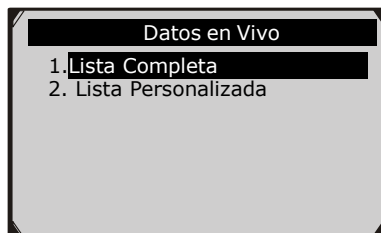

Figura 6.10
- 1) Para ver el conjunto completo de datos, use el botón de desplazamiento **ARRIBA/ABAJO** para seleccionar **Lista Completa** desde el menú **Datos en Vivo** y presione el botón **OK**. (Figura 6.10)
- 1) Para ver los datos de PID personalizados, use el botón de desplazamiento **ARRIBA/ABAJO** para seleccionar **Lista Personalizada** desde el menú **Datos en Vivo** y presione el **OK** botón. (Figura 6.10)